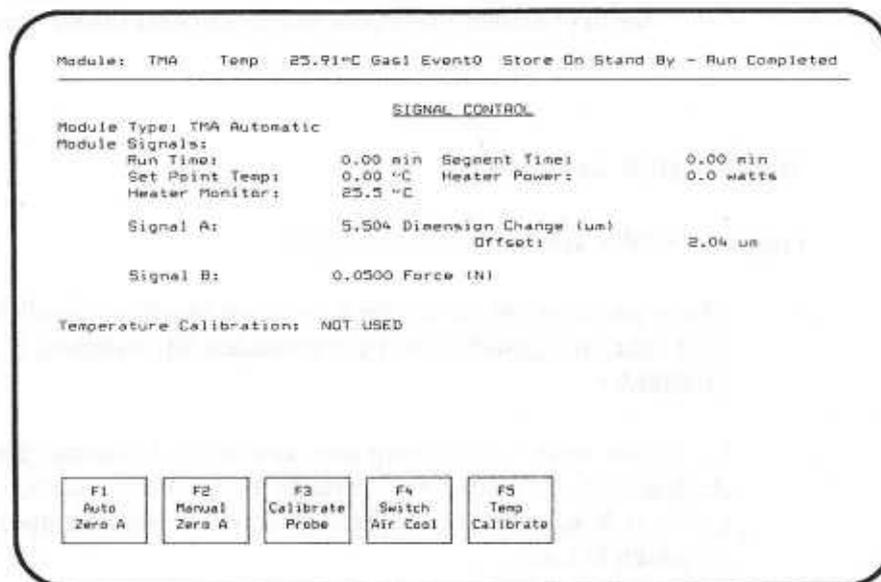

Bild 39
2. Drücken Sie F6 (GoTo Signal Control). Das SIGNAL CONTROL-Menü (Abb. 39) erscheint.